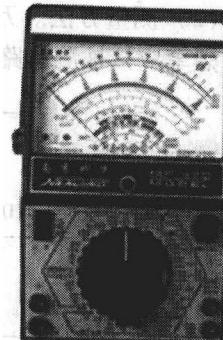

图1-4 万用电表外形图
电工测量仪表是电工技术中不可缺少的一个重要部分。它的主要任务是应用适当的仪器和方法，测量电流、电压、电功率、电能以及电路的其他参数，如电阻、电感、电容等。在印刷机的电气操作中，主要用万用电表。如图1-4所示。
(1) 表头。万用电表的表头是灵敏电流计。表头上的表盘印有多种符号，刻度线和数值(图1-4)。符号A—V—Ω表示这只电表是可以测量电流、电压和电阻的多用表。表盘上印有多条刻度线，其中右端标有“Ω”的是电阻刻度线，其右端为零，左端为∞，刻度值分布是不均匀的。符号“-”或“DC”表示直流，“~”或“AC”表示交流，“~”表示交流和直流共用的刻度线。刻度线下的几行数字是与选择开关的不同挡位相对应的刻度值。
(2) 选择开关。万用电表的选择开关是一个多挡位的旋转开关。用来选择测量项目和量程(图1-4)。一般的万用电表测量项目包括：直流电流(mA)、直流电压(V)、交流电压(V)、电阻(Ω)。每个测量项目又划分为几个不同的量程以供选择。
(3) 正确读数。仔细观察表盘，直流电压挡刻度线是第二条刻度线，用10V挡时，可用刻度线下第三行数字直接读出被测电压值。注意读数时，视线应正对指针。
(4) 表笔和表笔插孔。表笔分为红、黑两只。使用时应将红色表笔插入标有“+”的插孔，黑色表笔插入标有“-”的插孔。